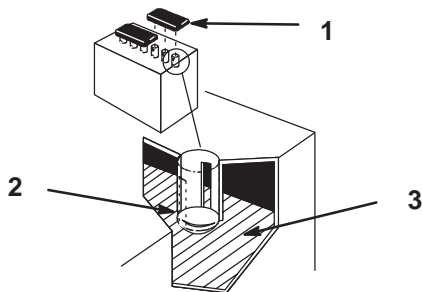

Bild 28
2. Entfernen Sie die Verschlussdeckel. Wenn der Füllstand das untere Rohrteil nicht erreicht (Bild 28), füllen Sie genug destilliertes Wasser nach; siehe Nachfüllen von Wasser in die Batterie, Seite 28.
2. Entfernen Sie die Verschlussdeckel (Bild 28).
3. Gießen Sie langsam destilliertes Wasser in jede Batteriezelle, bis der Füllstand den unteren Teil des Rohrs erreicht (Bild 28).